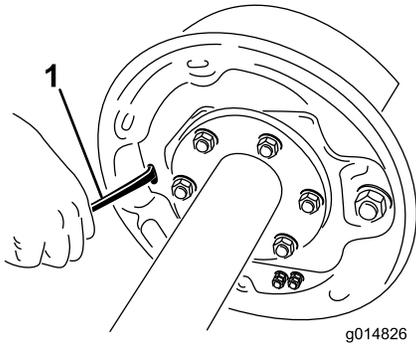

Рисунок 62
4. Чтобы раздвинуть тормозные колодки, поверните звездочку узла регулировки с помощью отвертки (**Рисунок 62**).